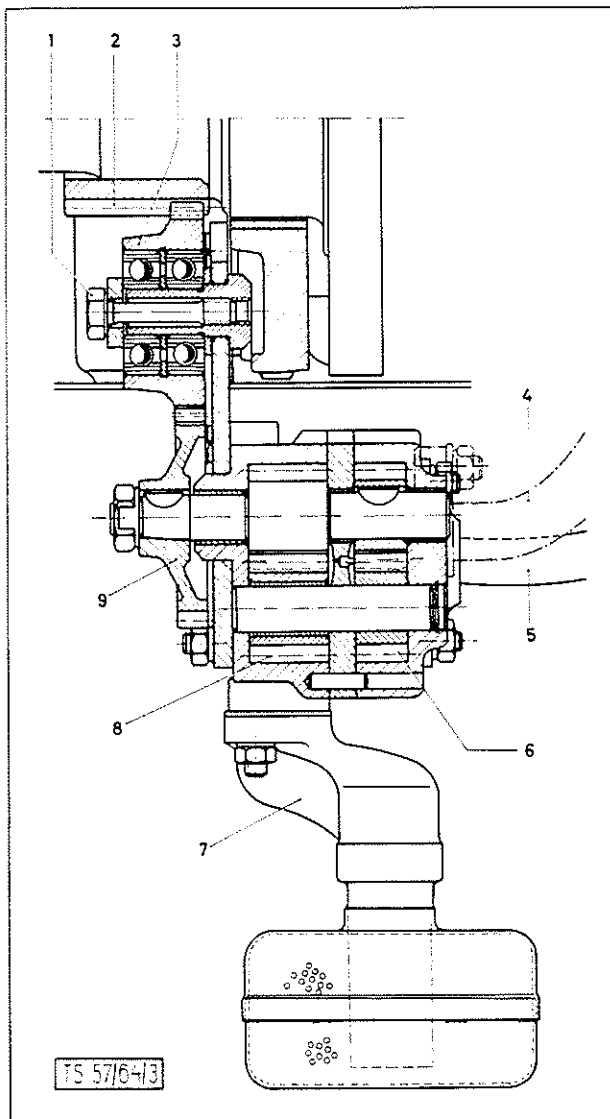

BILD 70 : Ölpumpe Längsschnitt
7. Zwischenrad gemäß seiner Lage auf Bild 70 montieren, Dehnschraube (70/1) mit einem Anzugsmoment von 5 mkg festziehen. (Kugellageraußenringe haben Schiebesitz!)